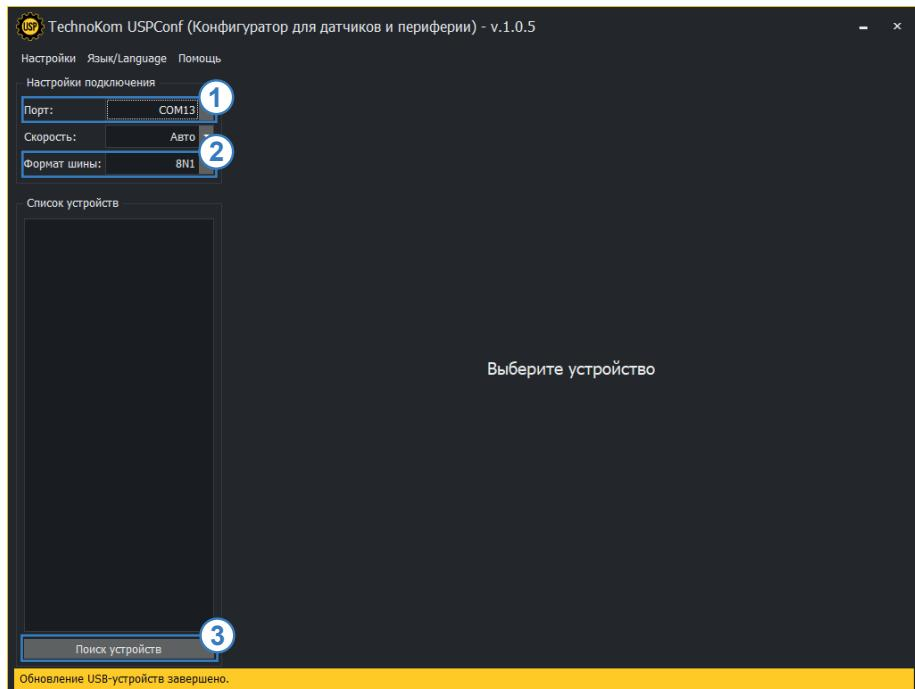

Рис.8. Поиск датчиков угла наклона ТКАМ.
- в программе USPConf выберите СОМ-порт к которому подключен датчик (Рис.8, п.1). Посмотреть порт можно в Диспетчере устройств системы.
- настройте формат шины (Рис.8, п.2). По умолчанию – 8-N-1;
- нажмите на кнопку «Поиск устройств»(Рис.8, п.3);